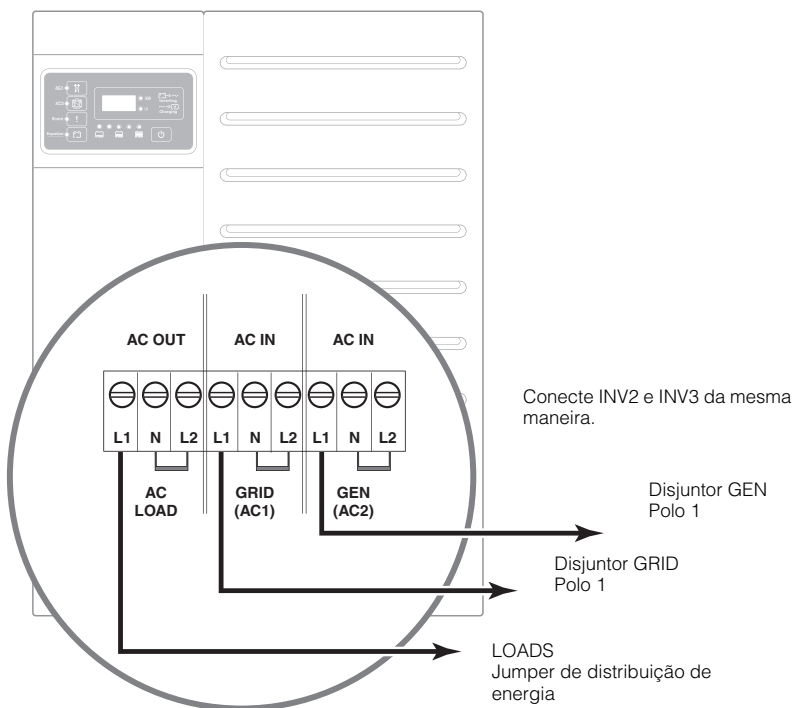

Figura 3-34 Fiação CA trifásica do inversor/carregador
1. Conecte a fiação CA no bloco de terminais principal do inversor/carregador (INV1). Consulte Figura 3-34. Conecte INV2 e INV3 da mesma maneira.